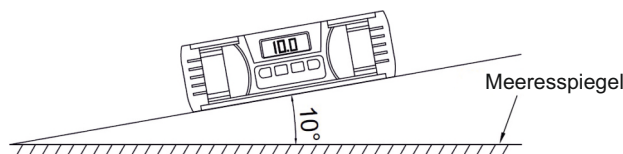

Abb. 4
- » Der Messwert zeigt die Höhe dieser Fläche an (Abb. 4).